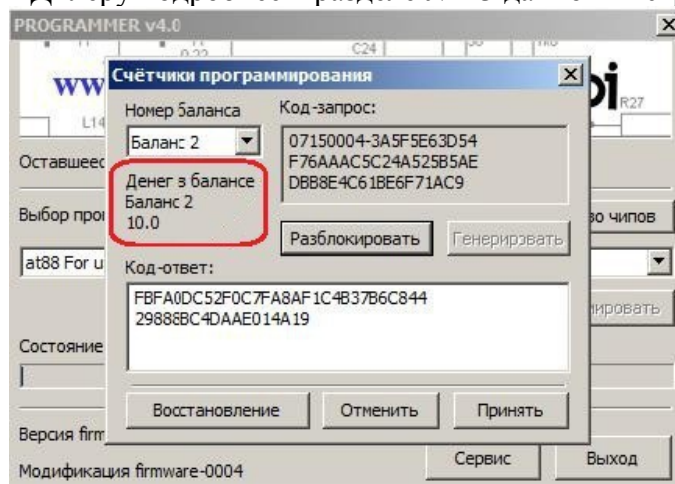

Рис. 4
4. После получения кода-ответа, вставьте его в поле «Код-ответ», обратите внимание на появившиеся информационное поле под «номером баланса», оно отображает информационную составляющую кода-ответа. (рис. 4). Если Вас устраивает данный код ответ нажмите «Принять», если нет, нажмите «Отмена» и обратитесь в тех поддержку или к Дилеру подробнее в разделе № 13 данной инструкции.